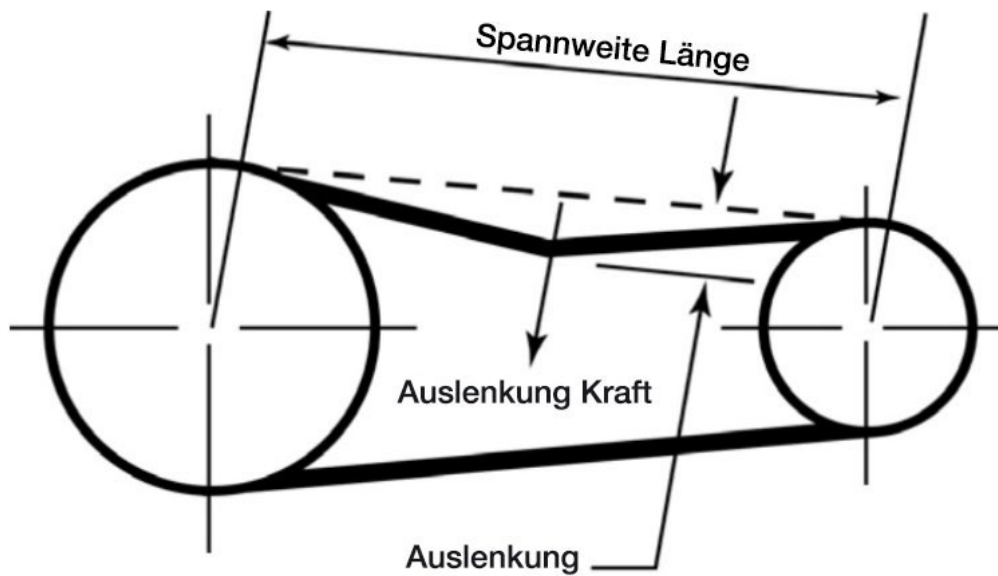

Abbildung 4.2: Diagramm zum Spannen des umgekehrten Parallelriemens
- i. Um die Spannung des Riemens zu messen, verwenden Sie entweder ein Ultraschall-Spannungsmessgerät oder messen Sie die Auslenkungskraft, die erforderlich ist, um den Riemen in der Mitte seiner Spannweite (Abb. 4.2) um die in der Spalte "Auslenkung" in Tabelle 4.2 angegebene Strecke auszulenken.